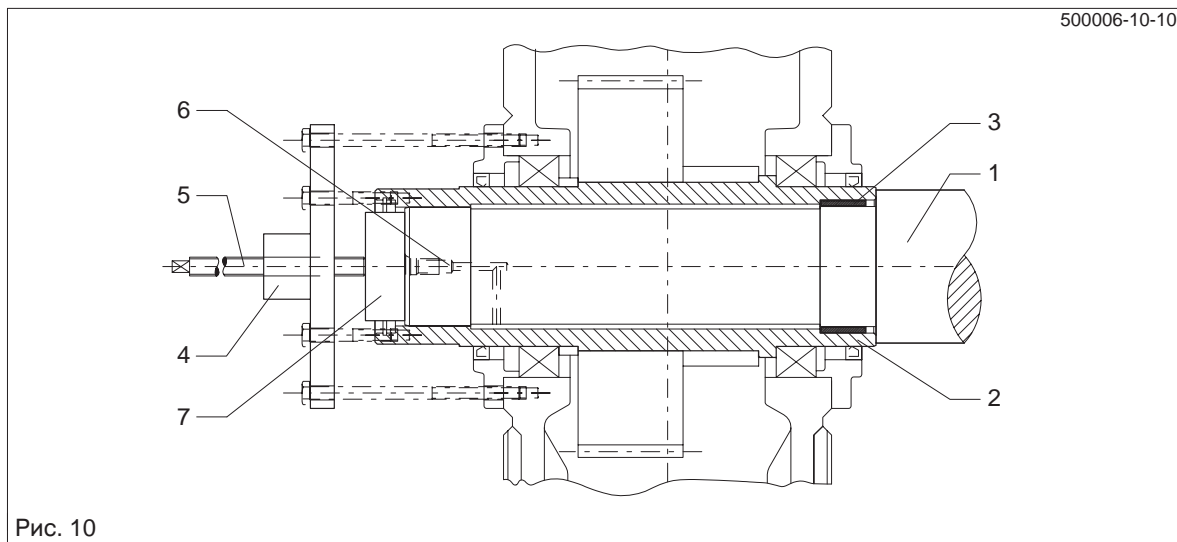
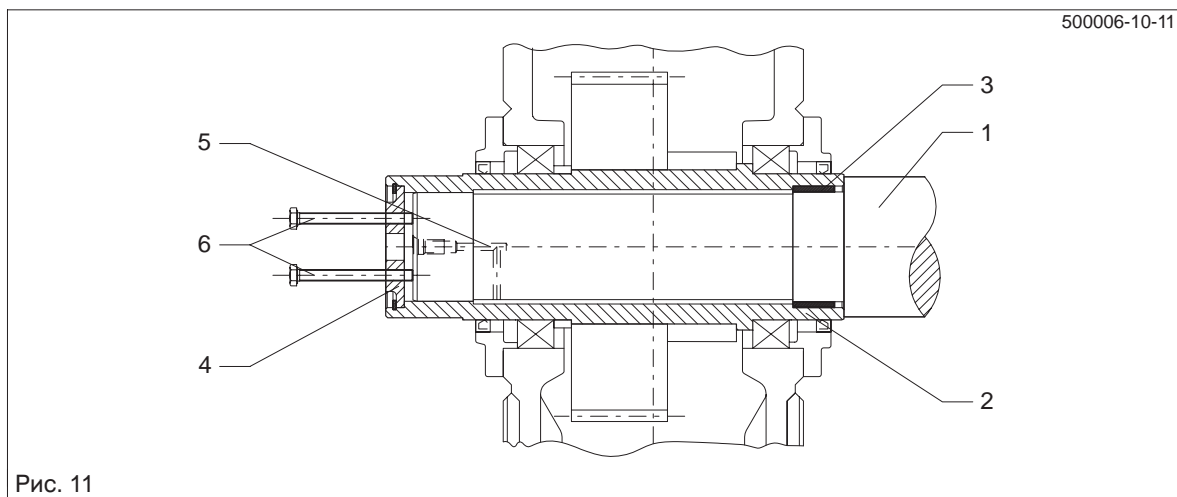

Рис. 10
Рис. 11
- При образовании ржавчины на посадочных плоскостях для облегчения снятия передачи насосом закачать под давлением растворитель ржавчины в пустое пространство сверленного отверстия, чтобы он попал на посадочное место. Подача растворителя ржавчины осуществляется через сверленные отверстия в машинном валу (см. рис. 10) или в концевом диске (см. рис. 11).
- Отжатие передачи от машинного вала может быть выполнено по возможности на месте при помощи отжимного винта на концевом диске (см. рис. 11), центральным ходовым винтом или, предпочтительнее всего, гидравлическим агрегатом Лукаса.
- После достаточного действия растворителя снять передачу при помощи устройства согласно рис. 10 или рис. 11.
Если при этом, как показано на рис. 10, опора не только на полый вал, но и имеется дополнительное объединение с кожухом, силы отжима не должны превышать значений, приведенных в приведенной ниже таблице.